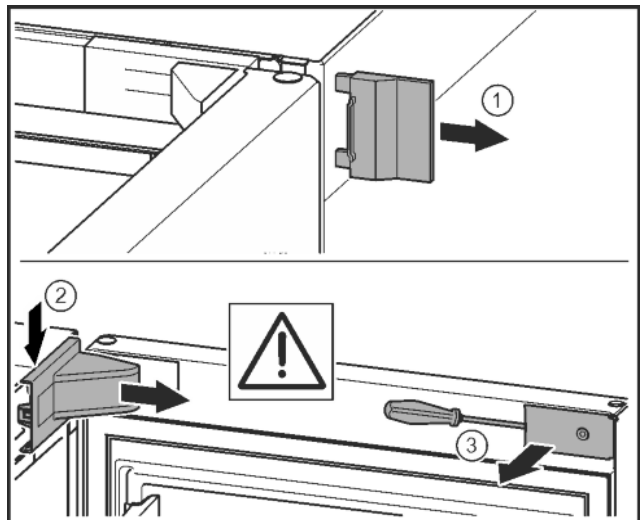

Fig. 6
- Togliere la copertura esterna. Fig. 6 (1)
- Sganciare e staccare la copertura del blocco di supporto. Asportare la copertura del blocco di supporto. Fig. 6 (2)
- Con un cacciavite liberare la mascherina e girarla lateralmente. Fig. 6 (3)